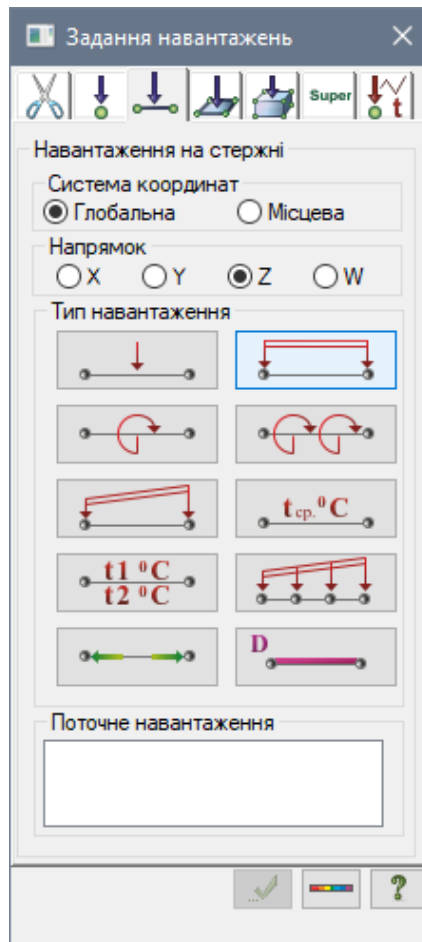

Рис. 7.20. Діалогове вікно **Задання навантаження**
- Відкрийте діалогове вікно **Задання навантажень** на закладці **Навантаження на стержні** (рис. 7.20) вибрав команду  – **Навантаження на стержні** в розкритому списку **Навантаження на вузли та елементи** (панель **Навантаження** на вкладці **Створення та редагування**).